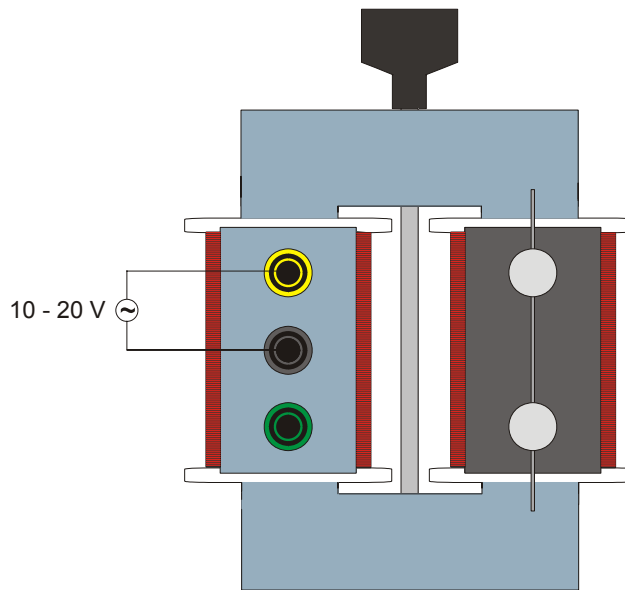

Fig. 1 Montagem do experimento
- Montar o transformador conforme a Fig.1 e colocar sobre uma superfície à prova de calor.